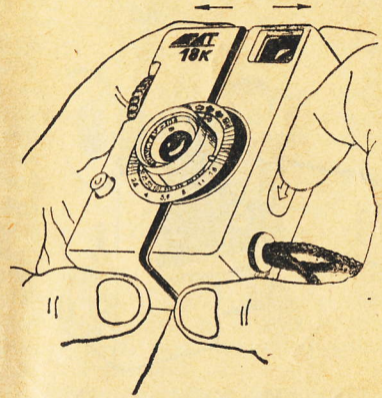

Рис. 6.
5.1.1. Снять крышку объектива. Взять в руки фотоаппарат, как показано на рис. 6.